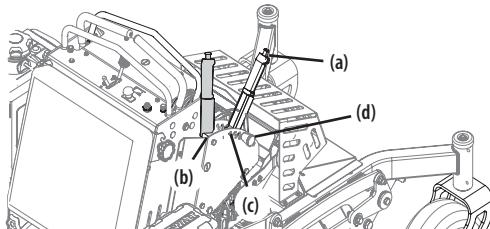

Figura 1
2. Use la manija de elevación de la plataforma (a) para elevar la plataforma a la posición de bloqueo de transporte (b) (posición de ajuste más alta) e inserte el pasador de horquilla (c) en la posición de corte más alta (d) para afirmar la manija de elevación de la plataforma en su lugar. Consulte la Figura 1.